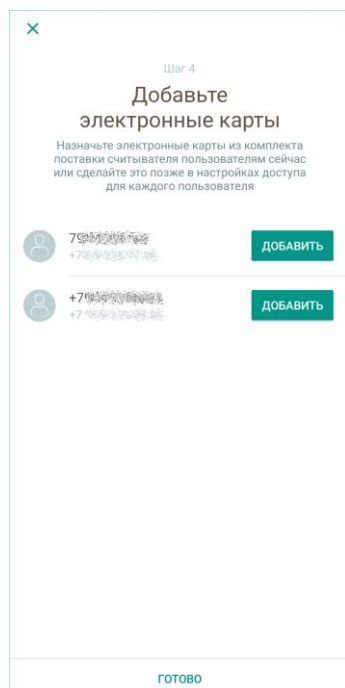

Рисунок 6.3 — Назначение RFID-меток пользователям (начало)
4. При связывании пульта с хабом вы можете сразу назначить пользователям объекта RFID-метки, входящие в комплект поставки пульта. Для назначения RFID-метки выберите пользователя из списка пользователей, зарегистрированных в приложении, и коснитесь кнопки *Добавить* (см. рисунок 6.3).